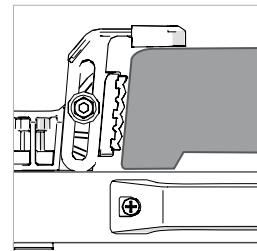

Fig. 19
Om din sågbas INTE har en läpp som sticker ut under klämmen, MÅSTE den tilläggsklämmen fästas för att säkra basen från ovan. (**Fig. 19**)
- Justera tilläggsklämmorna vid behov, för att ge ett bättre positivt läge och extra grepp för kapsågsbasens övre ytan. (**Fig.19**) Spänn dessa med medföljande insexyckel.